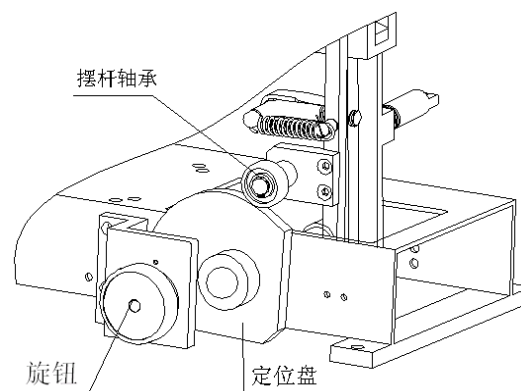
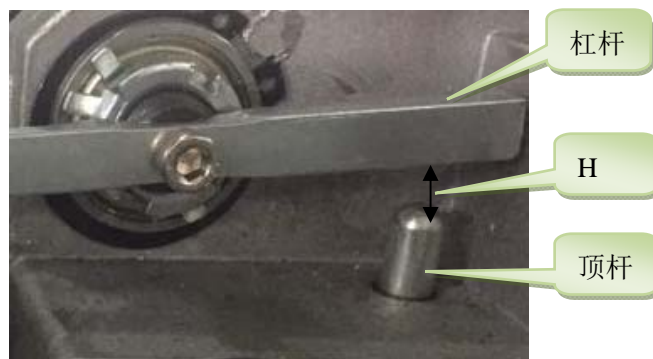
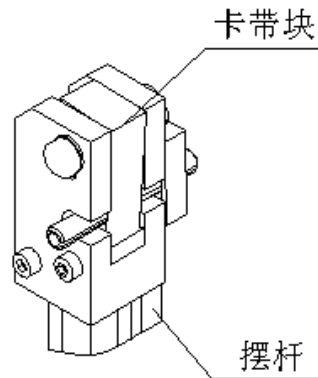

图 6-3
图 6-5
图 7-4
- f. 带头劈裂: 捆紧力太大是造成带头劈裂的原因, 可适当调小捆紧力 (见图 6-3)。
- b. 顶杆位置太高：在非退带情况下，顶杆与杠杆间应保留  $H=0.3\text{mm}$  的间隙（见图 6-5），若因为调整不当，顶杆始终顶在杠杆上，且顶力较大，则易引起送带不到位现象。
的原因是捆紧力调得太大。因此只需适当调整捆紧力即可消除送带不到位的情况（见图 6-3）。
- h. 捆不紧（见图 7-4 及图 6-3）：
- ①.捆紧调节装置处于较松位置；
- ②.卡带块磨损太大；
③.卡带块的齿槽间塞满带屑；
④.拔杆拉簧断裂；
⑤.摆杆推动轴承破裂；
⑥.扭簧断裂。
i. 拉大圈 ①.退带时间不够
②.退带力量太大或太小，应检查退带顶杆与杠杆的间隙（见图6-5）；
③.框架阻力太大；
④.电机皮带太松。
3) 电源指示灯不亮：①.电源线插头与电线插座是否接触良好；
②.空气开关是否处于开启状态。
### 5) 卡带块(图 7-4)